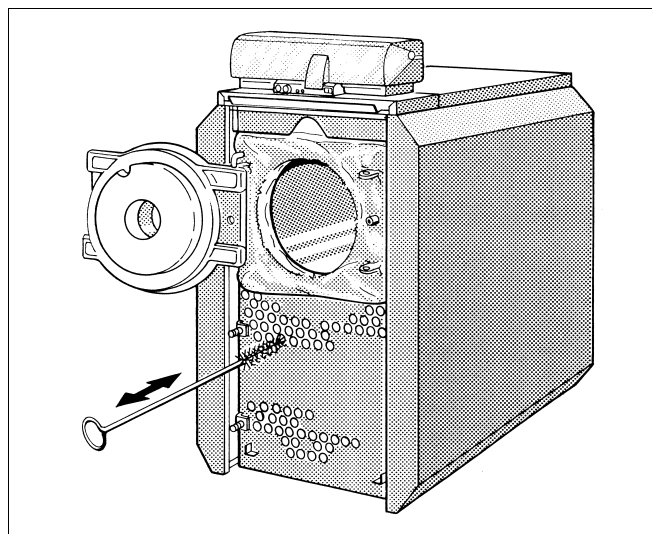

Fig. 31 Børsterensning
- Børst hedepladerne igennem (fig. 31).